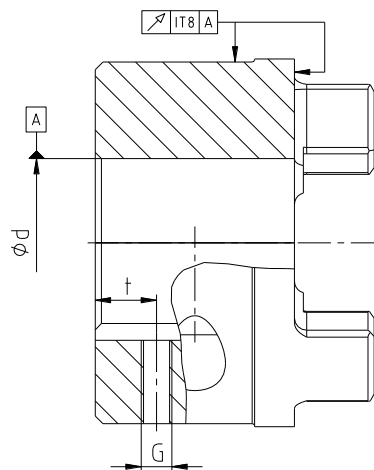

Рис. 4: Точность радиального и торцевого биения
- При изготовлении посадочного отверстия заказчиком необходимо выдержать точность по радиальному и торцевому биению (см. рис. 4).